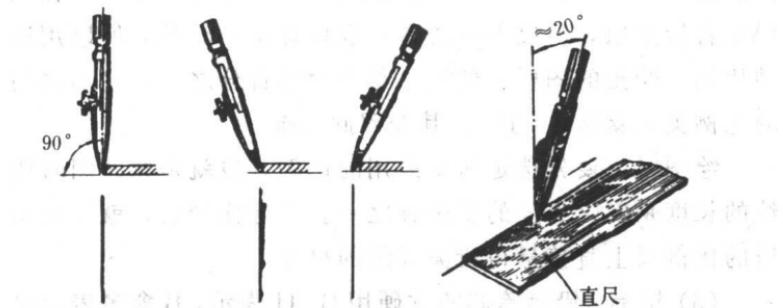

图 1-6 鸭嘴笔的使用
(7) 直线笔：又称墨线笔、鸭嘴笔，主要用来描图。由笔杆和笔头两部分组成。笔头有两叶尖端呈椭圆形的弹性薄钢片，墨线的宽度由鸭嘴笔两钢片的开度决定，由调节螺丝控制。使用方法如图 1-6 所示。